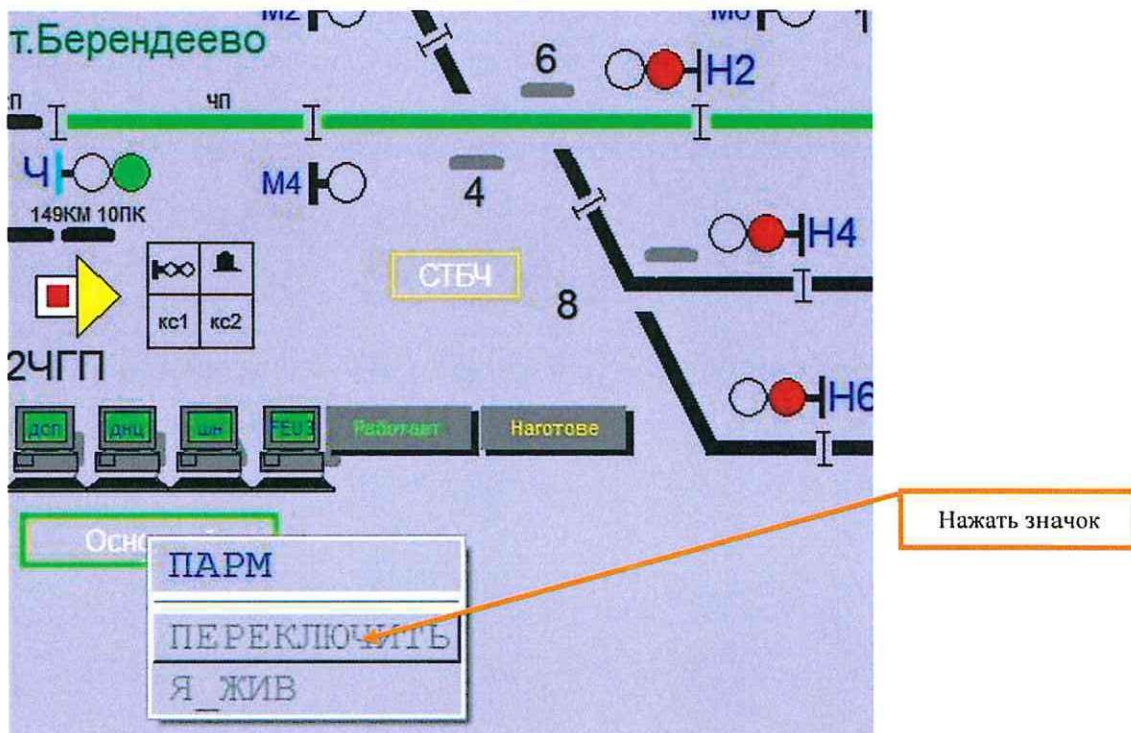

Рисунок 1. Включение резервного АРМ ДСП
7.1.2 ДСП в присутствии старшего электромеханика задает команду «переключить» (Рисунок 1) и дожидается автоматического запуска резервного АРМ ДСП через 30 секунд после задания команды. Системный блок основного АРМ ДСП при этом отключается автоматически.